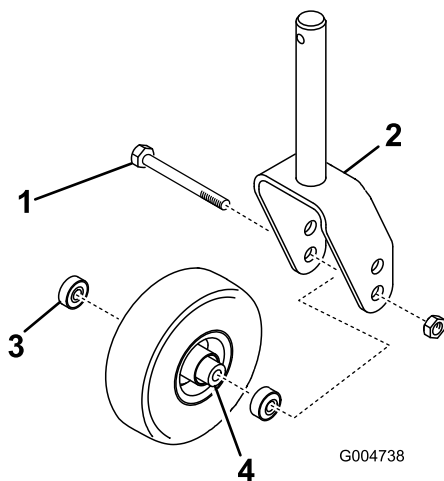
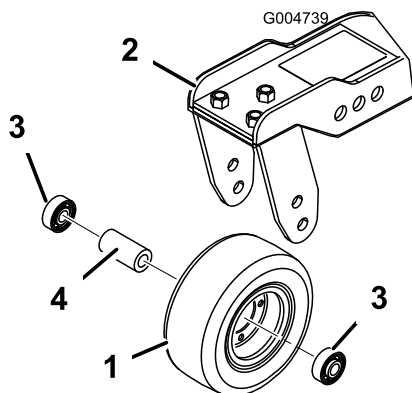

Figure 123
Figure 124
1. Retirez le contre-écrou du boulon qui fixe la roue pivotante entre la fourche (Figure 123) ou le bras de la roue pivotante (Figure 124).
2. Enlevez le roulement du moyeu de la roue et laissez tomber la douille d'écartement à l'extérieur (Figure 123 et Figure 124).